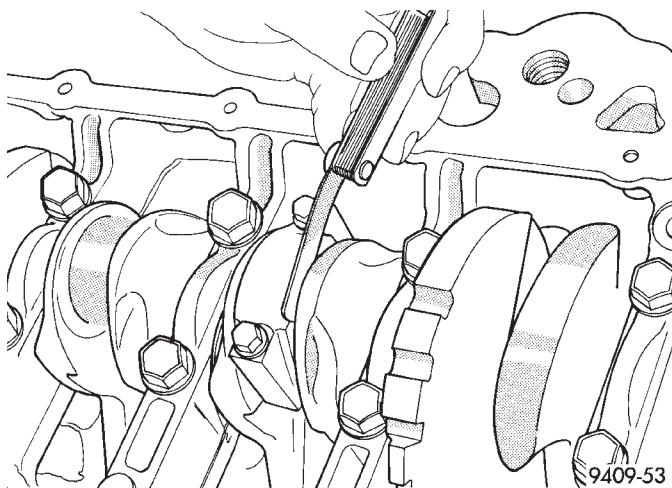

Fig. 8 Verificación de la holgura lateral de las bielas
(2) Antes de instalar los pernos **NUEVOS**, deben engrasarse las roscas con aceite de motor limpio.
(3) Instale cada perno apretándolo a mano en forma alternada, para ensamblar en forma adecuada la tapa.
(4) Apriete los pernos con una torsión de 27 N·m MAS 1/4 de vuelta (20 lbs. pie MAS 1/4 de vuelta) **No utilice una llave de tensión para el último paso.**
(5) Con un calibrador de espesor, verifique la holgura lateral de la biela (Fig. 8). Consulte las especificaciones en la Tabla de especificaciones de bielas.